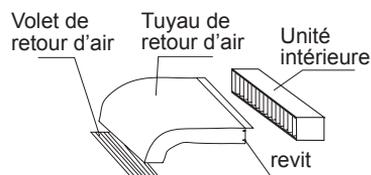

Figure 1
- (1) Percer un trou dans le mur et insérer le tuyau et les câbles de raccordement à travers un tuyau en PVC acheté localement. Le trou doit être légèrement incliné vers le bas avec une inclinaison d'au moins 1/100 (voir la Figure 1).
- (2) Avant de percer le trou, assurer que sans tuyau ni armature est placée derrière la position de perçage. Éviter de percer le trou à la place des câbles ou tuyaux de raccordement.
- (3) Suspendre l'unité sur le toit horizontal et solide. Si la base de l'unité est instable, cela peut causer le bruit, la vibration ou la fuite.
- (4) Supporter l'unité de manière solide et changer les formes de tuyau, des câbles de raccordement et du tuyau de drainage pour qu'il puissent traverser facilement le trou.
2. Installation de tuyau de retour d'air : Connecter un côté des tuyau de retour d'air à l'orifice de retour d'air des unités intérieures avec rivets, et l'autre côté au volet de retour d'air, comme la Figure 1.